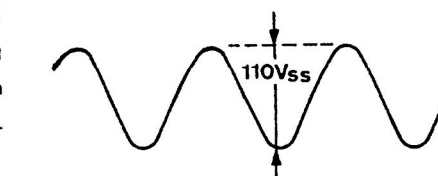

Abb. 6
- Oszillograph an MP 505 (PAL-Umschalter). Spule L 505 (7,8 kHz-Verstärker) auf Maximum (wie Abb. 6) abgleichen.